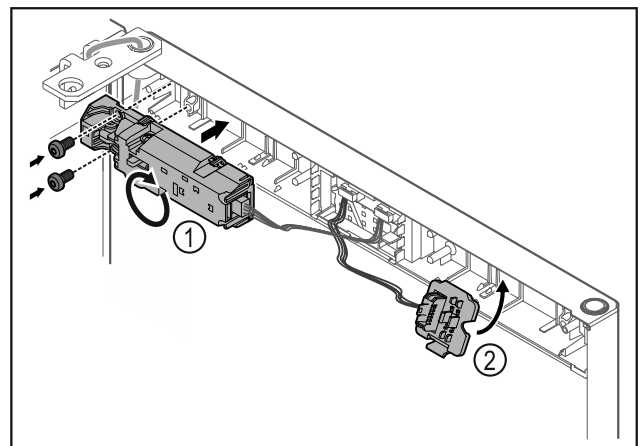

Fig. 16
- Fernschloss Fig. 16 (1) um 180° drehen und auf Gegenseite befestigen.
- Steckerhalterung Fig. 16 (2) auf Gegenseite einrasten.